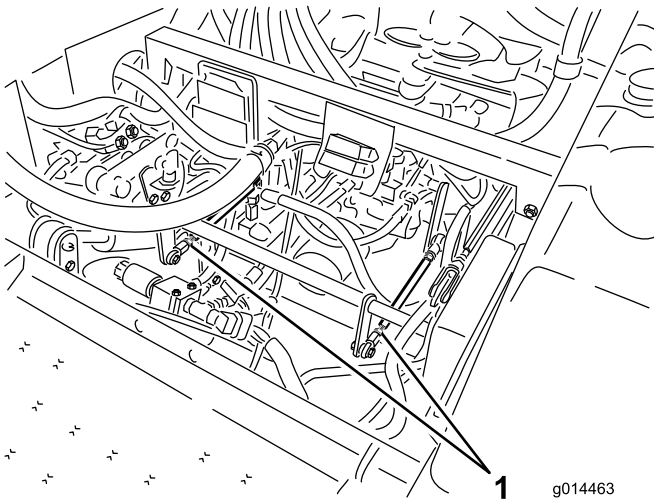

Bild 59
- Wenn sich der linke Hinterreifen dreht, lockern Sie die Klemmmuttern auf der linken Seite der Getriebeschaltstange (Bild 59).